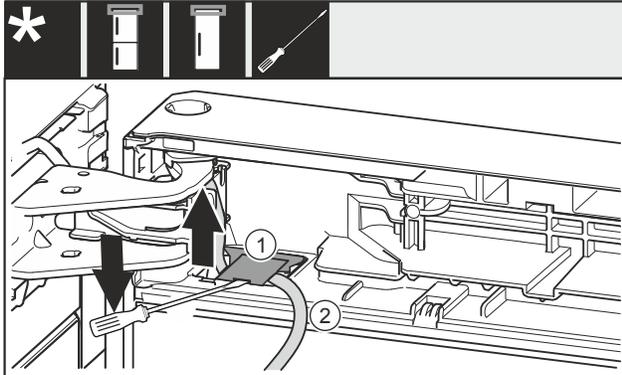

Fig. 24
- ▶ Mit Schlitzschraubendreher die Abdeckung Fig. 24 (1) anheben und herausziehen.
- ▶ Kabel Fig. 24 (2) herausziehen.